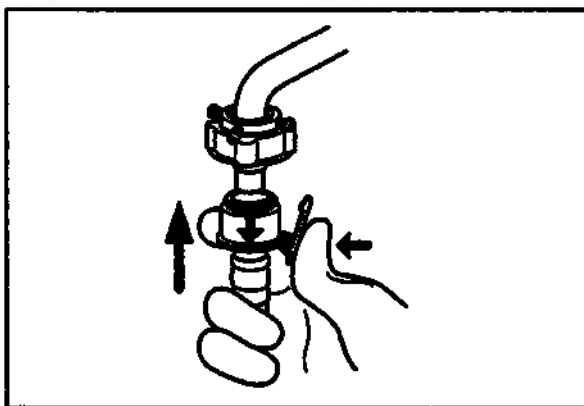

Рис. 3.7
6. Нажимая пальцем на запорный рычажок на гнездовой части разъёма, оттяните манжету в направлении шланга для подачи воды и соедините гнездовую часть разъёма с вилочной частью таким образом, чтобы произошло сцепление запорного рычажка с выступом на вилочной части разъёма (см. рис. 3.7).